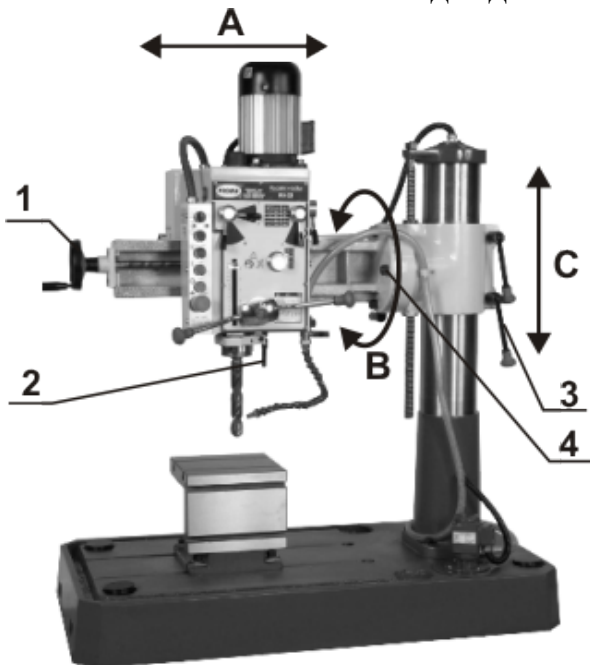
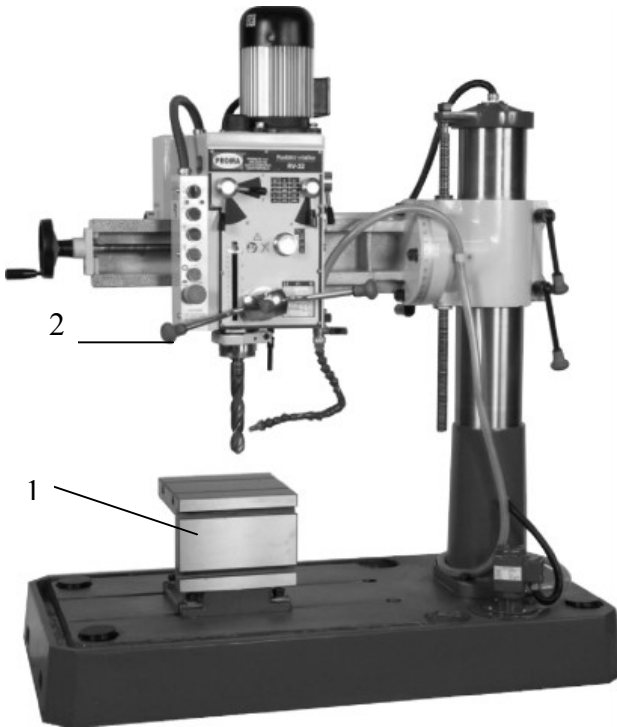

Рисунок 13
Рисунок 14
1. Движение в горизонтальной плоскости (A). Для перемещения сверлильной головки по направляющим траверсы необходимо ослабить зажим сверлильной головки 2. Вращая штурвал 1, установите сверлильную головку в необходимое положение и затяните зажим 2.(рис 13).
2. Поворот сверлильной головки в вертикальной плоскости (B). Ослабьте зажимные болты 4. Поверните траверсу, вместе со сверлильной головкой на необходимый угол, ориентируясь по шкале и затяните зажимные болты. (рис.13)
3. Перемещение сверлильной головки в вертикальной плоскости (C). Рукоятками 3 (рис.13) ослабьте зажим траверсы на колонне. Рукояткой
1 (рис.14) установите траверсу на требуемую высоту и рукоятками 3 (рис.13) зажмите траверсу на колонне.
4. Поворот траверсы в горизонтальной плоскости относительно колонны. Рукоятками 3 (рис.13) ослабьте зажим траверсы на колонне. Поверните траверсу на необходимый угол. Рукоятками 3 (рис.13) зажмите траверсу на колонне.